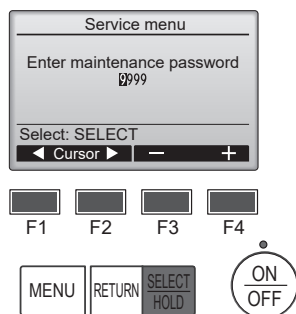

Fig. 7-2
- (1) Sélectionnez "Service" dans le menu général puis appuyez sur le bouton [SELECT/HOLD] (SÉLECTION/EN ATTENTE).
- (2) Lorsque le menu SAV est sélectionné, une fenêtre vous invitait à saisir le mot de passe apparaît. (Fig. 7-2)